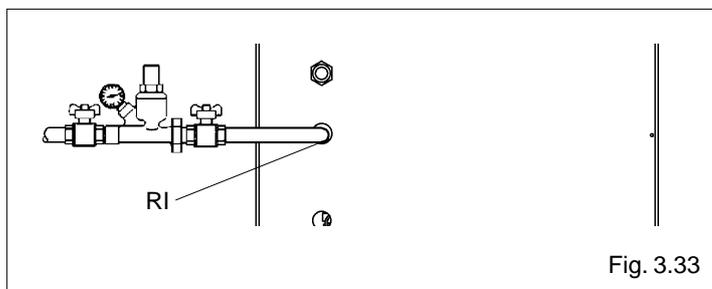

Fig. 3.33
- cerrar todos los dispositivos de la instalación del agua (fig. 3.33).